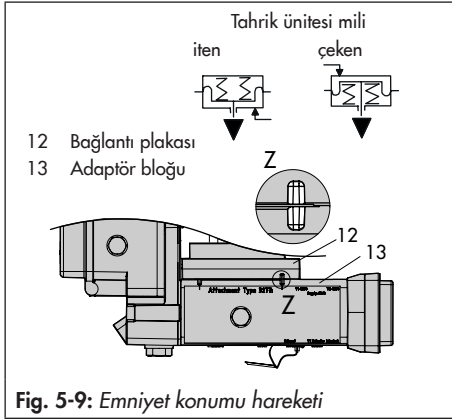

Fig. 5-9: Emniyet konumu hareketi
8. Bağlantı plakasını (12) conta (12.1) ile birlikte "mil iten tahrik ünitesi" veya "mil çeken tahrik ünitesi" emniyetli konumu hareketine karşılık gelen vidaların (13.1) üzerine yerleştirin. Geçerli emniyet konumu hareketi, adaptör bloğunun (13) oluğunun bağlantı plakasının (12) oluğu ile hizalanmasıyla belirlenir (Fig. 5-9).